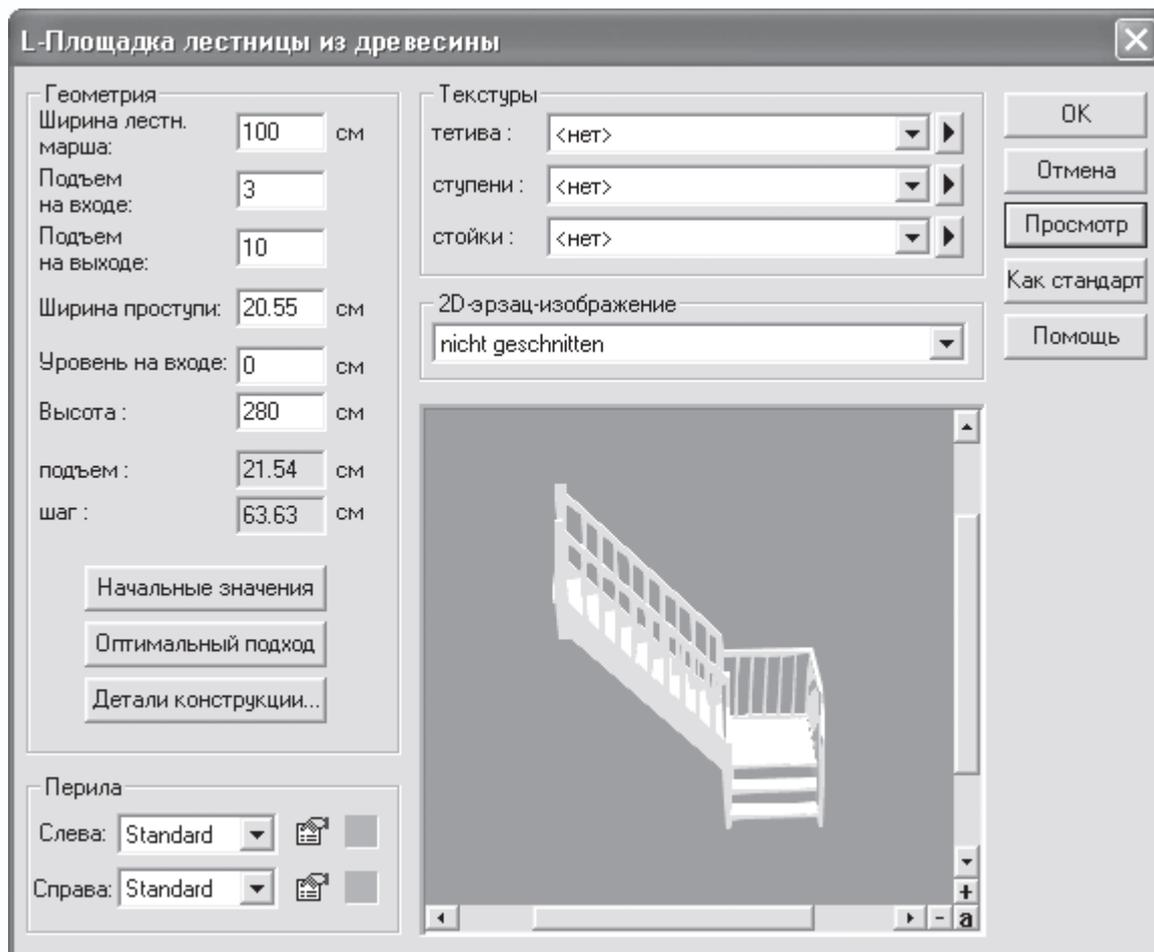

Рис. 4.18. Настройка параметров L-образной лестницы с площадкой
5. Щелкнув кнопкой мыши, вы укажете третью габаритную точку, которая является последней из необходимых точек для данного типа лестницы. Как обычно, после завершения указания габаритов лестницы появляется окно с настройками ее параметров (рис. 4.18).
Для L-образных лестниц с площадкой, кроме таких стандартных параметров, как ширина лестничного марша, ширина поступи или высота лестницы, вы можете дополнительно настраивать количество ступеней до площадки и после (поля Подъем на входе и Подъем на выходе соответственно). Поначалу, сразу после указания габаритных точек лестницы, программа автоматически разбивает количество ступеней, однако такое разбиение далеко не всегда оптимально. К примеру, в нашем примере система установила количество ступеней нижней части лестницы (до платформы) равное трем, а верхней части – десяти. Из-за этого часть лестницы, начинающаяся от платформы, получилась слишком крутой (см. рис. 4.18). Добавив несколько ступеней в нижней части лестницы, вы поднимете платформу над полом, тем самым уменьшив крутизну верхней части. После изменения какого-либо параметра (Подъем на входе или Подъем на выходе) не забывайте нажимать кнопку Просмотр, чтобы сразу отобразить все изменения на панели трехмерного просмотра.